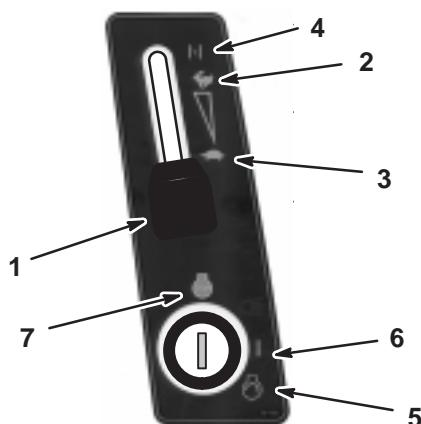

Figure 11
- Réglez la manette d'accélérateur en position de ralenti (Fig. 11).
- Tournez la clé de contact dans le sens des aiguilles d'une montre et maintenez-la en position de Démarrage (Fig. 11). Relâchez la clé quand le moteur démarre.
- Lorsque le moteur a démarré, amenez progressivement la manette d'accélérateur en position de régime maximum (Fig. 11).
- Placez la manette d'accélérateur en position de ralenti (Fig. 11).
- Tournez la clé de contact en position Contact coupé (Fig. 11).